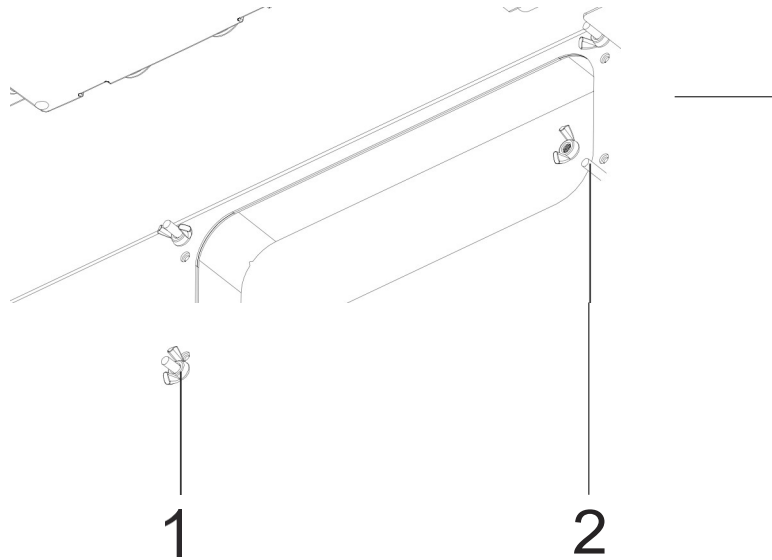

Fig. 33
- 8 ➔ Luta kantsugplattan i botten av ventilatorn nedåt och ta bort fettfiltren (Fig. 33).
Placera nu utsugskanalen där den rektangulära stosen är kopplad över till den rektangulära utsugskanalen på ventilatorn. (Fig. 33).
Montera den nu med fyra skruvar (Fig. 33).